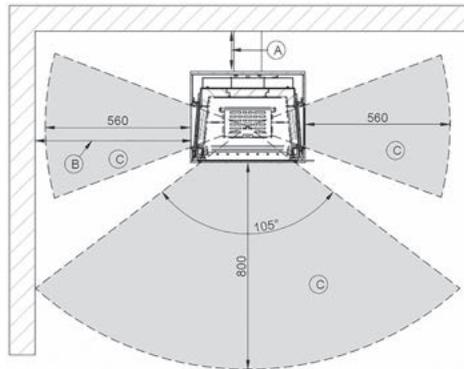

Abb. 4e
1. Bei der Montage vor einer geraden Wand sind folgende Wandabstände bei Ihrem SEO Kaminofen einzuhalten: zu brennbaren Bauteilen ist ein Mindestabstand von 160mm nach hinten einzuhalten (Abb.4e).